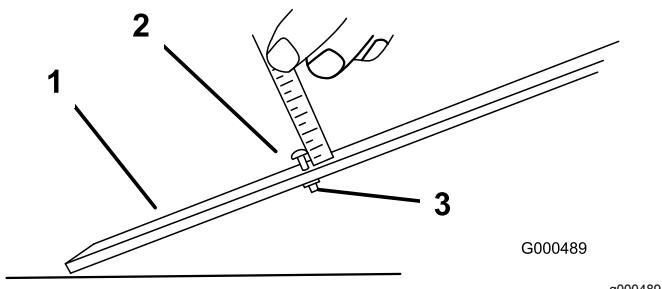

图50
3. 松开调刀尺上的螺母 图50 并将调节螺丝设定为所需的剪草高度。螺丝头底部与调刀尺表面之间的距离就是剪草高度。